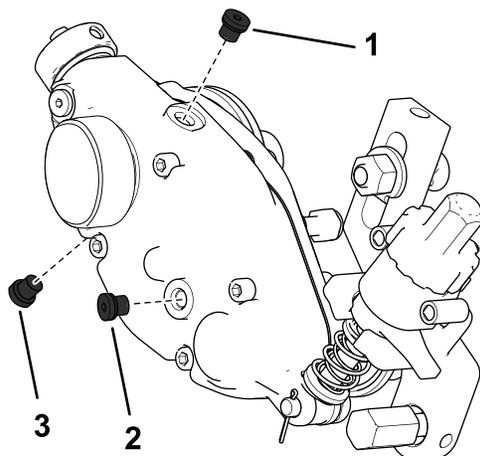

Figura 32
2. Remova o tampão de drenagem no fundo da caixa (Figura 32).
3. Remova o tampão de enchimento na lateral da caixa e desaperte o tampão de ventilação na parte superior para que o ar possa passar (Figura 32).